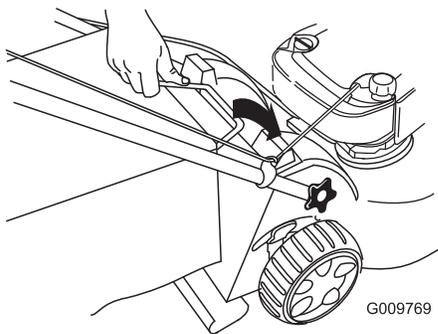

Bild 30
3. Setzen Sie den Fangkorbgriff in die Kerben oben an der Maschine ein (Bild 30).